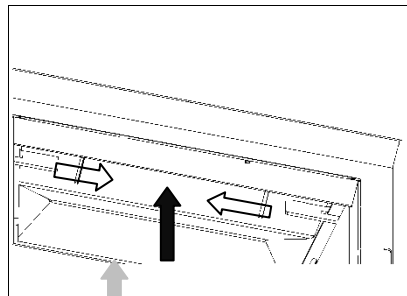

Bild 6
- 6.4.3 Heben Sie das Vorderteil des oberen Deflektors min. 20 mm nach oben an und schieben Sie die seitlichen Aufhängungen zur Mitte des Einsatzes /Bild 6/. Wenn an den seitlichen Aufhängungen Transportsicherungen angebracht sind, dann entfernen Sie diese mit einer Zange.